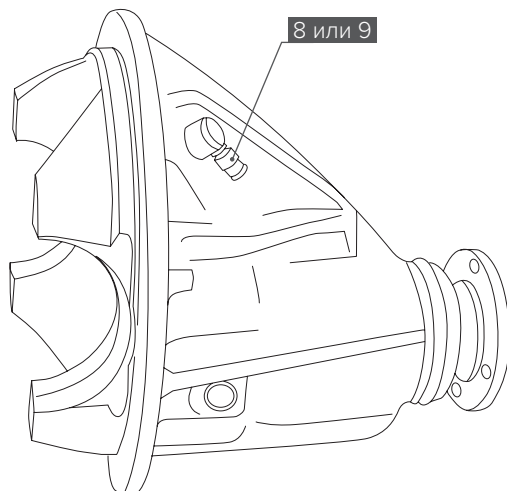

Рис. 4
3. В зависимости от используемой трубки подключения установите фитинг прямой [9] или штуцер-«ёлочка» [8] в штуцер [7] с внешней стороны картера моста (**Рис. 4**).